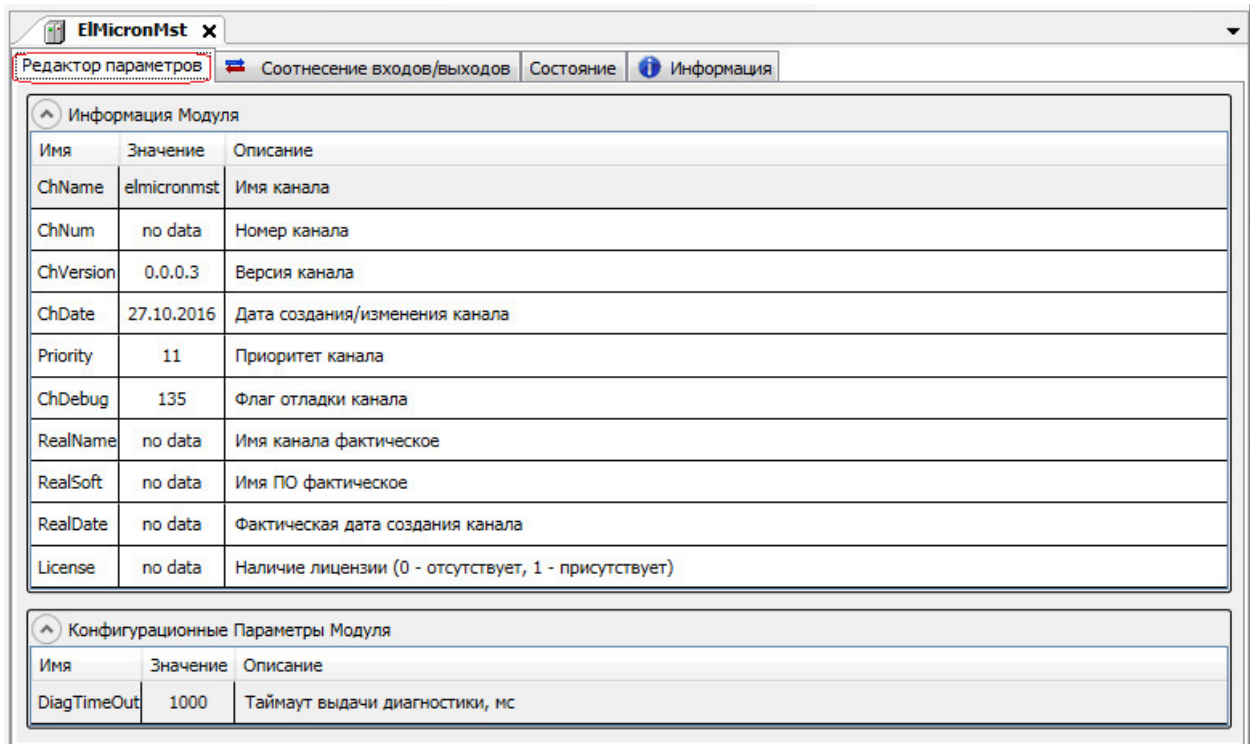

Рисунок 3.44 – Модуль **ElMicronMst**. Закладка *Редактор параметров*
- 2 Перейти на закладку *Редактор параметров* (см. рисунок 3.44).